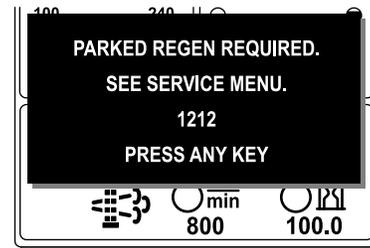

Figura 18
- Parked regeneration required (Es necesaria una regeneración con la máquina aparcada) ADVISORY #1212 (Aviso n.º 188) (Figura 18)